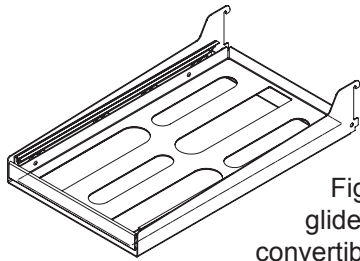

Figura 36
- (2) estantes en voladizo con marco y vidrio plano (vea la Figura 36).